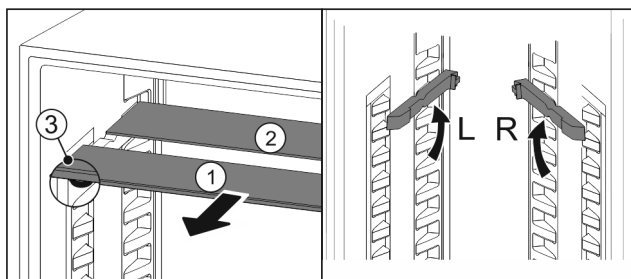

Fig. 35
- ▶ Издърпайте Fig. 35 (1) поотделно стъклените плочи напред.
- ▷ Стъклената плоча Fig. 35 (1) с декоративната лайсна е отпред.
- ▷ Ограничителите Fig. 35 (3) сочат надолу.